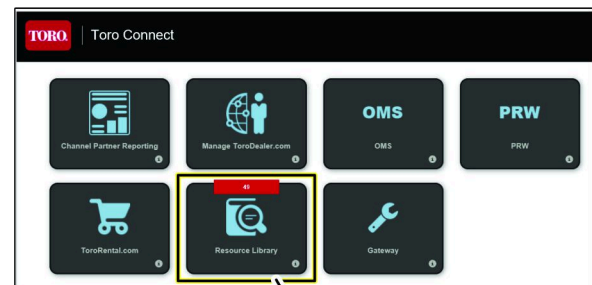

Bild 14
1. Rufen Sie die Webseite Toro Connect auf (Bild 14).
2. Klicken Sie mit der linken Maustaste auf das Symbol Ressourcenbibliothek (Bild 14).